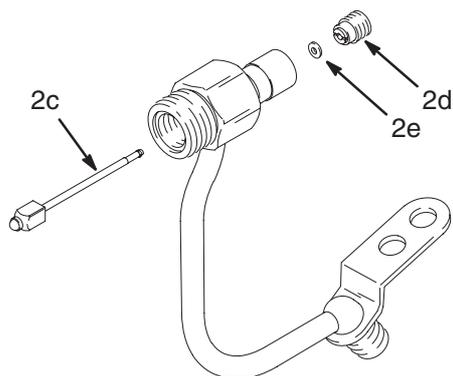

Fig. 12
8. Extraiga la aguja (2c). Afloje el retén del sello (2d). Retire el sello (2e). Vea la Fig. 12.